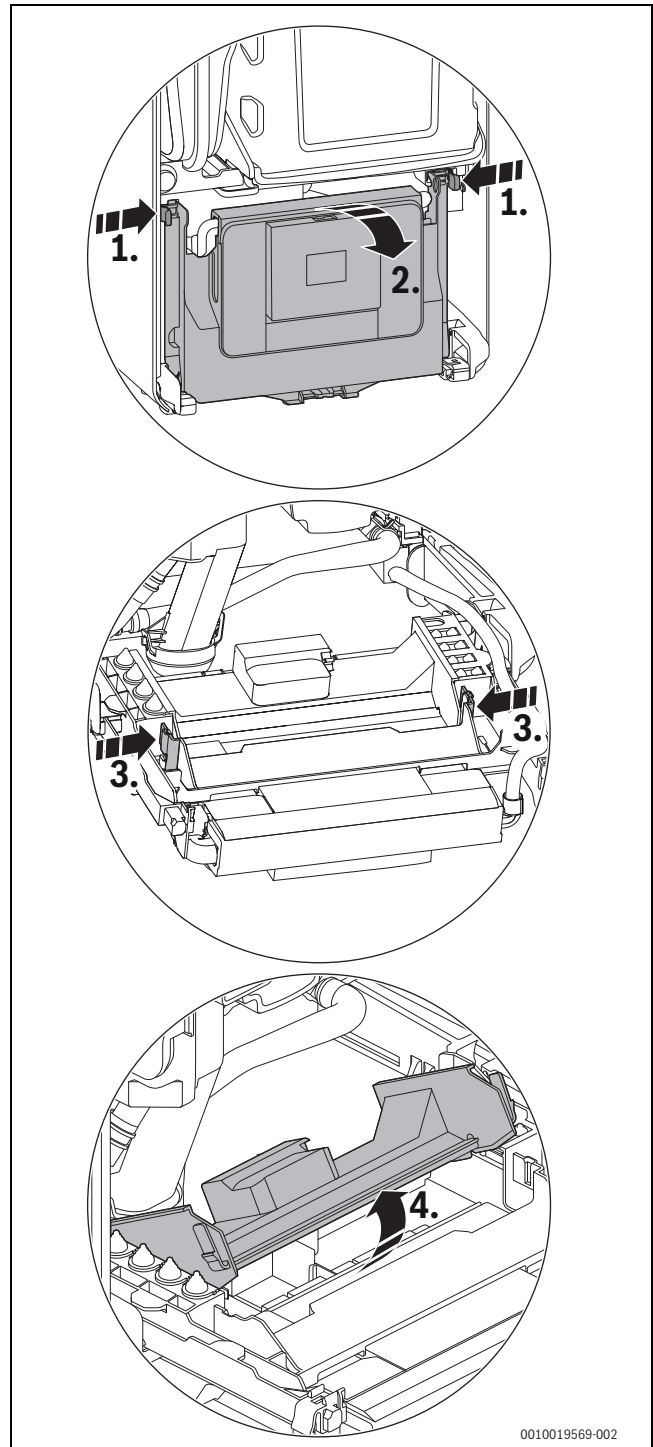

Bild 110 Abdeckung öffnen
- Steuergerät herunterklappen (→ Bild 110, Seite 54).